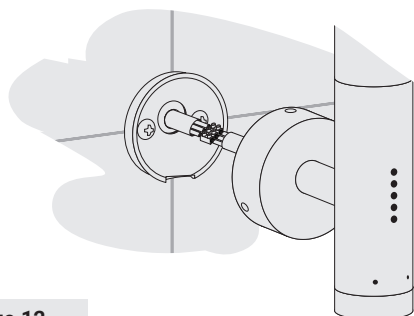

Рис.12
4.2.4. Соединить провода полотенцесушителя с проводом из стены с помощью клеммных колодок (рис. 12).